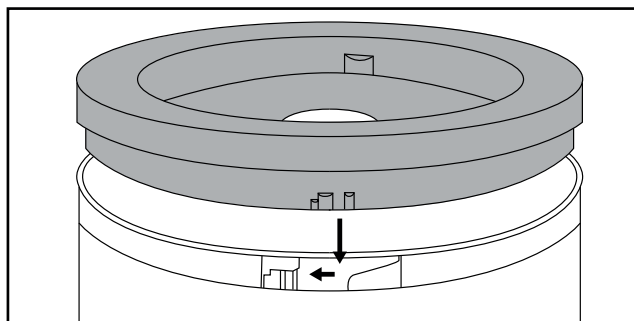

Fig. 1
- Placez-la sur le bol **8** de sorte que les ergots sur le bord extérieur de la pièce intermédiaire **4** s'enclenchent dans les rails du bol **8** (voir figure 1).
- 3) Placez le porte-lame ⑤ avec le disque émulsionneur ⑥ sur le support ⑨.
- 5) Fermez le bol ⑧ avec la pièce intermédiaire ④ :
- Placez-la sur le bol ⑧ de sorte que les ergots sur le bord extérieur de la pièce intermédiaire ④ s'enclenchent dans les rails du bol ⑧ (voir figure 1).
- Ensuite, tournez la pièce intermédiaire ④ de manière à ce que les ergots glissent vers le bas dans les rails.
- 6) Placez le bloc-moteur ① sur la pièce intermédiaire ④. Veillez à ce que les ergots situés sur le bord intérieur de la pièce intermédiaire ④ pénètrent bien dans les évidements ménagés sur le bloc-moteur ① et que le bloc-moteur ① soit fermement en applique.
- 7) Appuyez sur la touche de vitesse I ②.